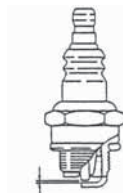

Fig. 22
- a. This unit uses a CHAMPION CJ6 or NGK BMR7A spark plug and gap should be .60mm (.023 in.). During normal operation, electrodes will appear brown in color. If carbon and oil appear on the electrode, plug should be cleaned with solvent or replaced. (Fig.22)
- a. Dieses Gerät ist mit einer Zündkerze der Marke Champion CJ6 oder NGK BMR7A ausgerüstet. Der Elektrodenabstand der Zündkerze soll .60mm(.023 Zoll) sein. Während normalem Einsatz sind die Elektroden bräunlich. Wenn sich Kohle und Öl auf der Zündkerze reigen, soll man die Zündeinrichtung mit einem Lösungsmittel reinigen oder auswechseln (Abbildung 22).